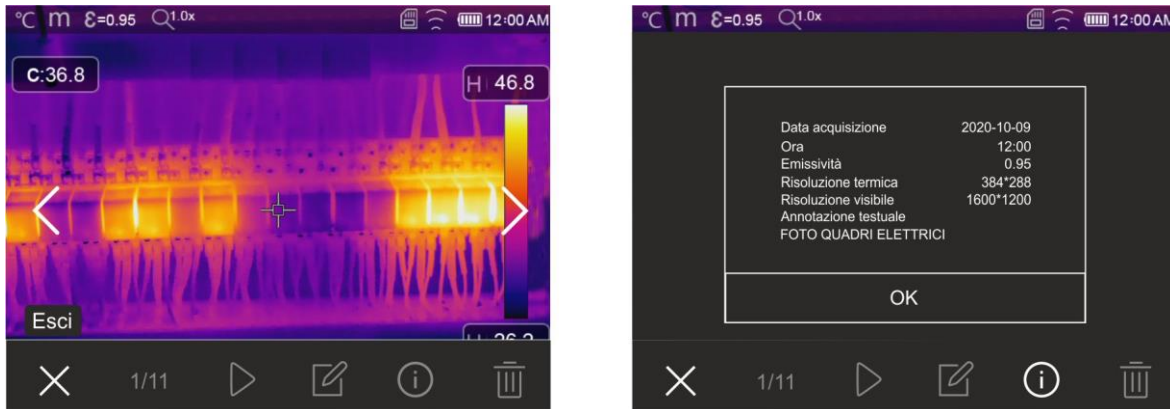

Fig. 52: Richiamo a display immagini salvate
1. Premere il tasto  per entrare nella galleria delle immagini e video salvati nella memoria dello strumento o nella micro SD card. La videata di Fig. 52 – parte sinistra seguente è mostrata a display
3. Toccare l'icona  per aprire la sezione con le informazioni sull'immagine salvata. La videata di Fig. 52 – parte destra è mostrata a display